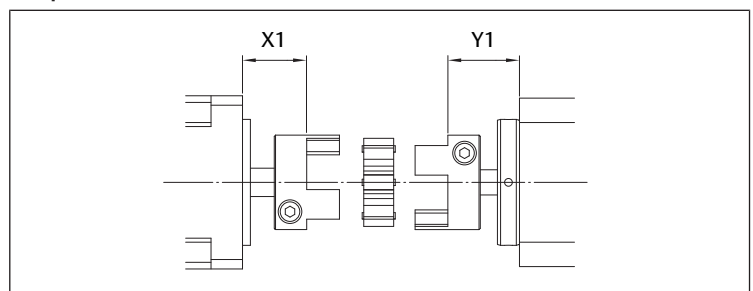

Fig. 12: Dimensions de position pour coupleur sans fixation par patte d'équerre
- Pour coupleur sans fixation par patte d'équerre. Voir → Fig. 12 et → Tab. 4.